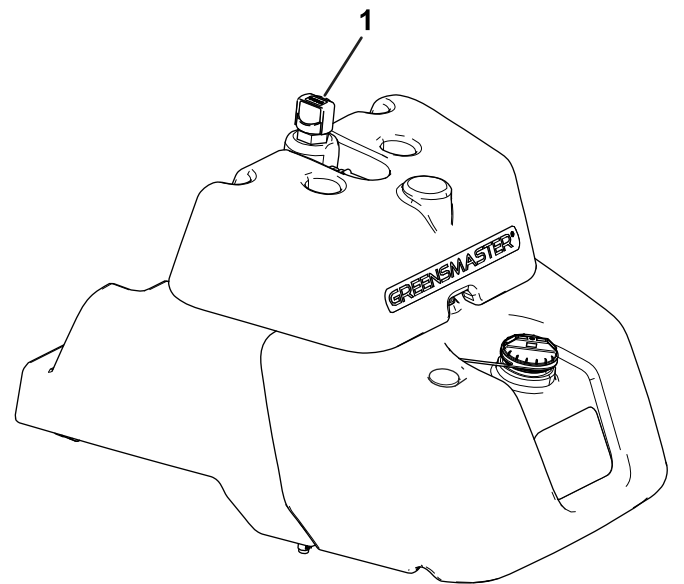

Figure 43
- Si le réservoir n'a pas de regard, localisez la jauge au sommet du réservoir de liquide hydraulique (Figure 43), puis passez à l'opération 3.